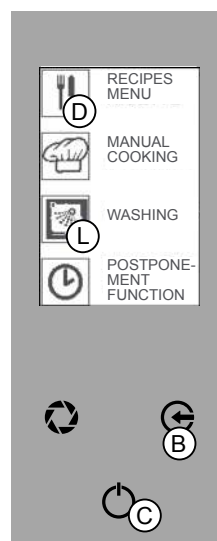

Fig.3
2. Appuyer sur l'icône correspondant pour sélectionner le cycle de lavage souhaité (Fig 3/L).
Appuyer sur la touche « ENVOI » (Fig 3/C) pour démarrer le lavage.
L'écran affiche les caractéristiques du cycle de lavage sélectionné avec le temps résiduel (Fig. 3/M).
Appuyer sur la touche « ENVOI » (Fig 3/C).
Avant l'introduction du DÉTERGENT (Fig 3/M - RAMOLLISSEMENT)
Pour reprendre le lavage, appuyer sur la touche « ENVOI » (Fig 3/C).
Appuyer plusieurs fois sur la touche « ESC » (Fig 3/B) pour revenir à l'écran initial.
Reprendre obligatoirement le lavage, appuyer sur la touche « ENVOI » (Fig 3/C).